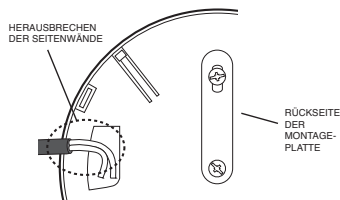

Abbildung 10a
3. Wenn Sie die Verkabelung entlang der Oberfläche verlegen, brechen Sie einfach die beiden Aussparungen heraus (siehe Abbildung 10a).